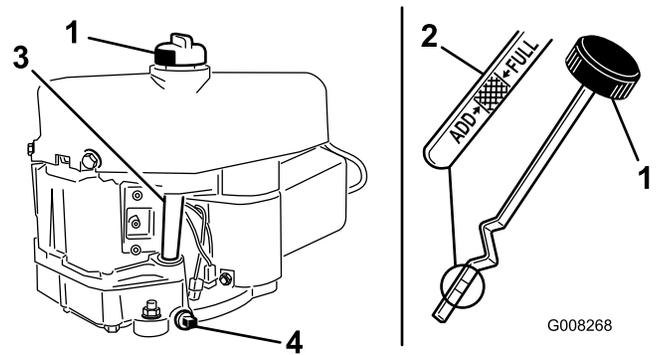

Figura 25
7. Pulite attorno all'asta di livello (Figura 25) in modo che la morchia non possa penetrare nel foro di rifornimento e danneggiare il motore.
8. Svitare l'asta di livello dell'olio e pulite l'estremità metallica (Figura 25).
9. Infilate a fondo l'asta di livello nel bocchettone di rifornimento (Figura 25).
9. Togliete il tappo di spurgo per lasciare defluire l'olio (Figura 25).
11. Pulite la zona circostante l'asta di livello e svitate il tappo (Figura 25).
12. Versate lentamente nel tubo di rifornimento (Figura 25) l'80% circa dell'olio motore.